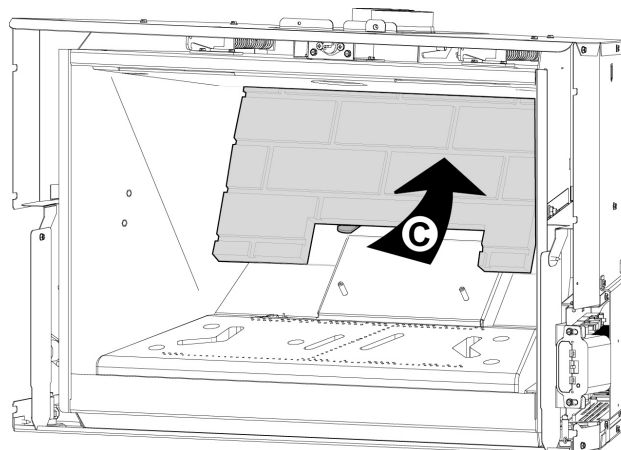

Figure 18.
2. Installez le panneau arrière (C) contre la paroi arrière, reposant sur les pattes de support. Figure. 18.